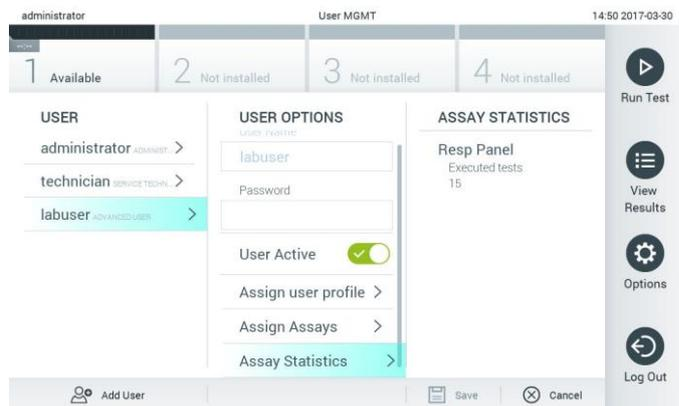

Figura 51. Visualização das estatísticas do ensaio.
- Assay Statistics (Estatísticas do ensaio): apresenta o número de vezes que um ensaio foi executado pelo utilizador selecionado (Figura 51).